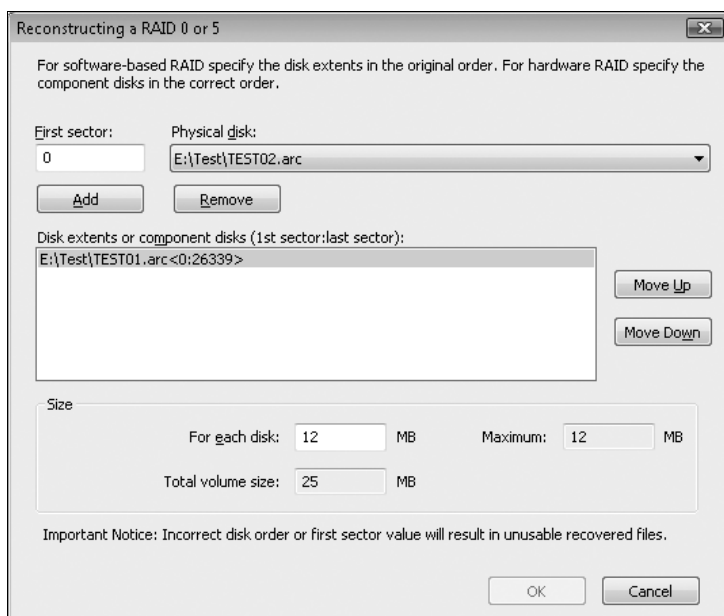

Рис. 8.5. Добавление дисков в массив
6. Указав исходные параметры массива, нажмите кнопку **ОК**. Откроется следующее диалоговое окно, которое служит для сборки виртуального массива из физических дисков или их образов (рис. 8.5).